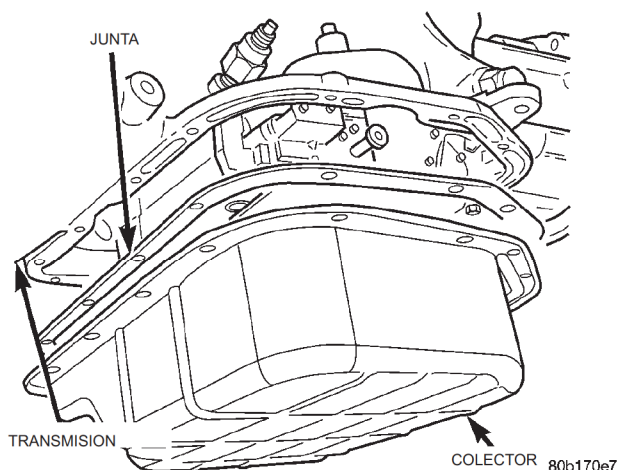
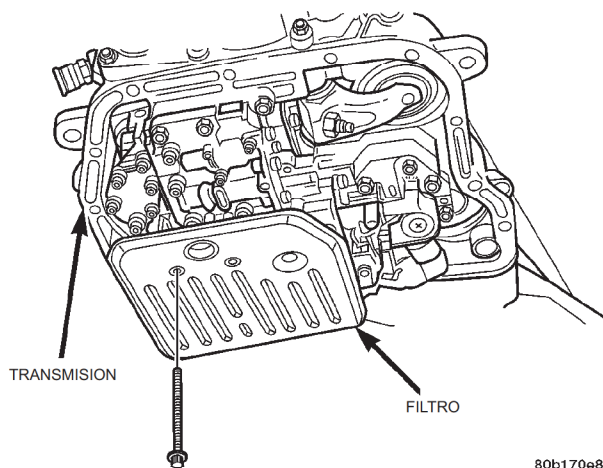

Fig. 14 Colector de la transmisión
Fig. 15 Filtro de la transmisión
- (1) Eleve y apoye el vehículo sobre caballetes de seguridad.
- (2) Coloque un recipiente de drenaje plano y de diámetro grande debajo del colector de la transmisión.
- (3) Retire los pernos que fijan la parte delantera y los laterales del colector a la transmisión (Fig. 14).
- (4) Afloje los pernos de fijación de la parte trasera del colector a la transmisión.
- (5) Separe lentamente la parte delantera del colector de la transmisión para permitir que el líquido drene hacia el recipiente.
- (6) Sostenga el colector y retire el perno restante que lo fija a la transmisión.
- (7) Mantenga el colector nivelado al mismo tiempo que lo baja y separa de la transmisión.
- (8) Vacíe el líquido remanente del colector en el recipiente de drenaje.
- (9) Retire los tornillos que sujetan el filtro al cuerpo de válvulas (Fig. 15).
- (10) Separe el filtro del cuerpo de válvulas y vacíe el líquido del filtro en el recipiente de drenaje.
- (11) Elimine correctamente el líquido y el filtro de la transmisión usados.
(1) Coloque el filtro de recambio en su posición en el cuerpo de válvulas.
(2) Instale los tornillos que sujetan el filtro en el cuerpo de válvulas (Fig. 15). Apriete los tornillos con una torsión de 4 N·m (35 lbs. pulg.).
(3) Coloque la junta nueva en su posición en el colector e instale el colector en la transmisión.
(4) Emplace el colector en su posición en la transmisión.
(5) Instale los tornillos que fijan el colector a la transmisión (Fig. 14). Apriete los pernos con una torsión de 17 N·m (150 lbs. pulg.).
(6) Baje el vehículo y llene la transmisión con líquido Mopar® ATF Plus 3, tipo 7176.